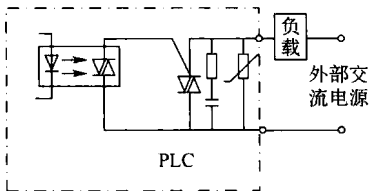

图 1-19 双向晶闸管输出
3) 双向晶闸管(可控硅)输出。如图 1-19 所示，双向晶闸管输出采用光触发型双向晶闸管作为输出控制器件，仅适用于交流负载。